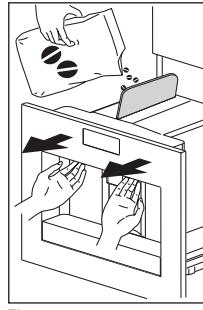

Fig. 14
- ▶ Extraire l'appareil en tirant sur les poignées (Fig. 14). Ouvrir le couvercle et remplir le récipient de grains de café puis fermer le couvercle et pousser pour remettre l'appareil en place.